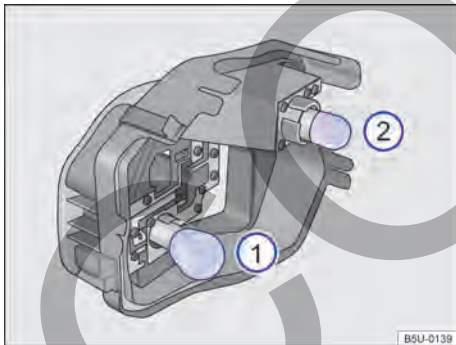

Fig. 117 En el soporte de las lámparas: ubicación de las lámparas.
10. Para remover las lámparas incandescentes quemadas → fig. 117 ① y ②, presionar la lámpara contra el soporte y girar, al mismo tiempo, en el sentido antihorario.
12. Para insertar las lámparas nuevas ① y ② en el soporte, presionar la lámpara y girar, al mismo tiempo, en el sentido horario, hasta el batiente.
La ubicación e identificación de las lámparas incandescentes → fig. 117 están relacionadas a continuación: